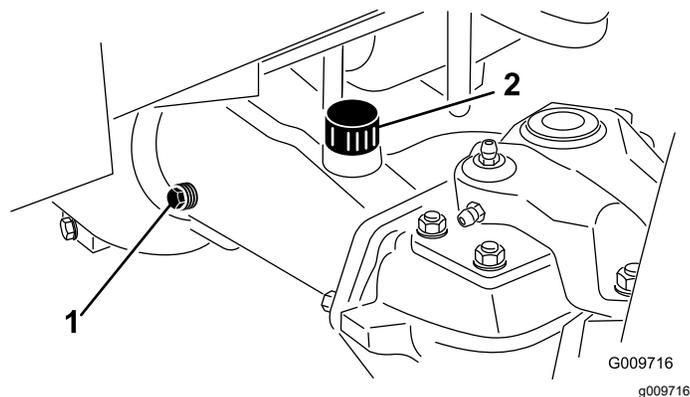

Figura 65
2. Rimuovete un tappo di controllo da un'estremità dell'assale e assicuratevi che il lubrificante raggiunga la parte inferiore del foro (Figura 65).